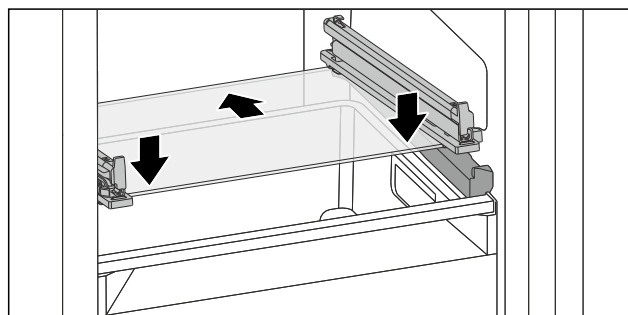

Fig. 140 Tablette en verre du tiroir basculable
- Placer la tablette en verre, en l'inclinant, derrière les butées. (voir Fig. 140)